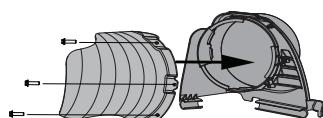

Figura 8
- Sujete el deflecto de embolsadora (731-27134) al canal superior usando los tres tornillos (710-05108) proporcionados en el paquete de herrajes de deflecto (689-02299). Consulte la Figura 8.